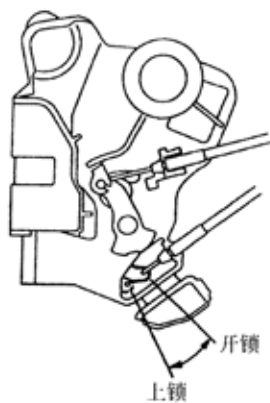

图 9-194
1)加上蓄电池电压，检查门锁电机的工作情况，如图 9-194 和表 9-77 所示。